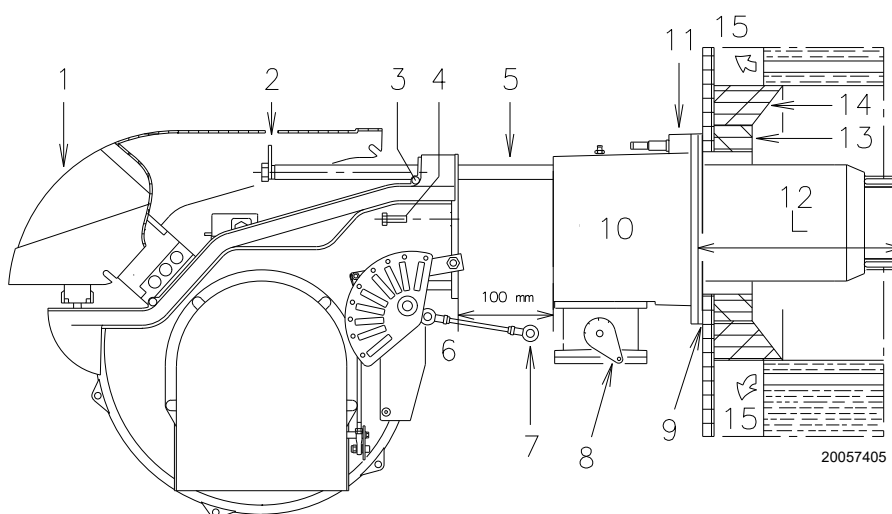

Abb. 15
Für Heizkessel mit vorderem Abgasumlaufsystem 13)(Abb. 15 auf Seite 20) oder mit Flammenumkehrkammer muss eine Schutzschicht aus feuerfestem Material 11) zwischen feuerfestem Material des Kessels 12) und Flammrohr 10) vorgesehen werden.
Um den Flammkopf gemäß Abb. 15 vom Rest des Brenners zu trennen, wie folgt vorgehen:
An dieser Stelle der Installation ist der Flammkopf am Kessel wie in Abb. 15 angebracht. Seine Einstellung ist somit äußerst einfach, die allein von der maximalen Leistung des Brenners abhängig ist.
- den Brenner wieder auf den Führungen 3) in einem Abstand von ca. 100 mm zur Muffe 5) montieren. Der Brenner befindet sich in der in Abb. 15 dargestellten Position;